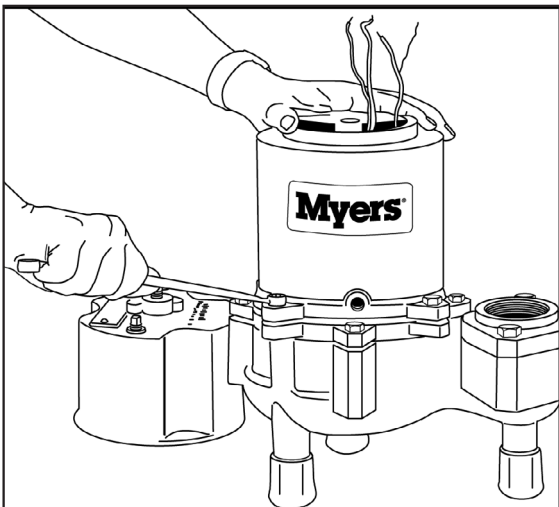

FIG. 15
2. Saque los pernos del cárter del motor solamente. No saque los pernos que sostienen la placa del motor a la cubierta en voluta. Fig. 15